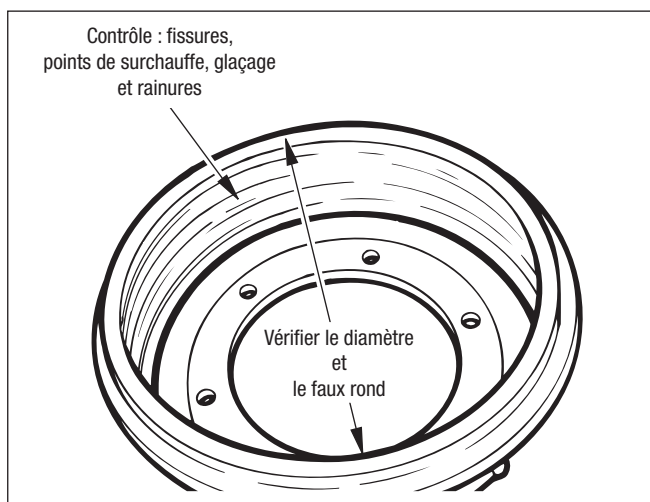

Figure 33 – Examen du tambour
1. Vérifier le tambour : fissures, points de surchauffe, glaçage, rainures, voilage, faux rond. Cf. Figure 33. Remplacer les tambours fendus. Les tambours avec fissures, rainures, faux ronds, etc., peuvent être remis en service si une réparation est possible et que le résultat respecte les normes du fabricant (diamètre maximum ou voilage).